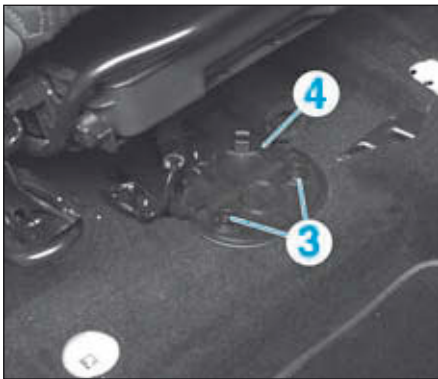

FIG.8
- Basculer le siège vers l'arrière (Fig.8).
- Déposer les vis (3) et extraire le cache de protection (4).